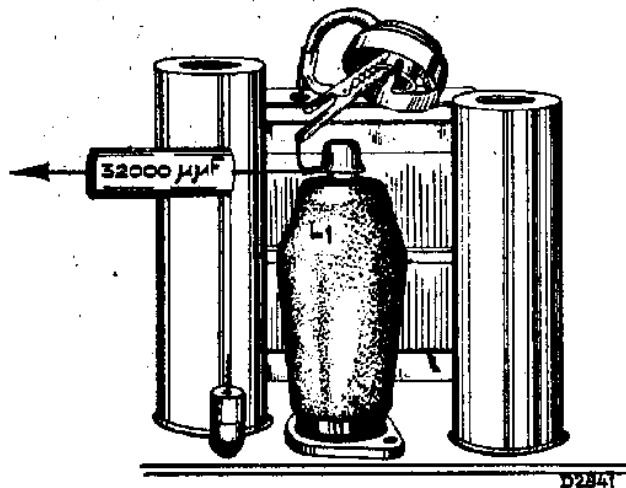

Fig. 2
4. Gemoduleerd signaal van 128 k.c. via 32000  $\mu\mu\text{F}$  aansluiten aan topverbinding van L1 (zie fig. 2).